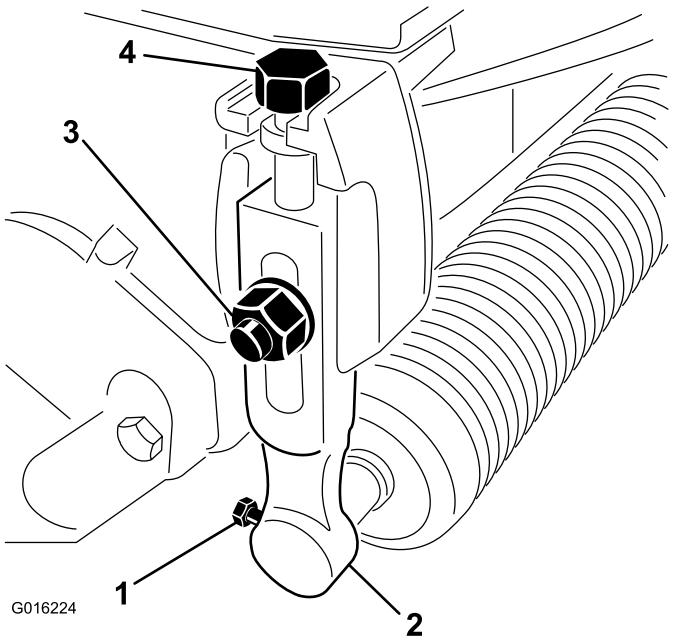

Bild 1
2. Lockern Sie die Schrauben, mit denen die Enden der Frontrolle an den Schnitthöhenarmen befestigt sind (**Bild 1**).
3. Entfernen Sie die Senkschrauben, Scheiben und Sicherungsmuttern, mit denen die Schnitthöhenarme an jedem Ende der Schneideeinheit befestigt sind (**Bild 1**). Entfernen Sie die Schnitthöhenarme und die Rolle.
4. Entfernen Sie die Einstellschrauben für die Schnitthöhe von den Schnitthöhenarmen (**Bild 1**).